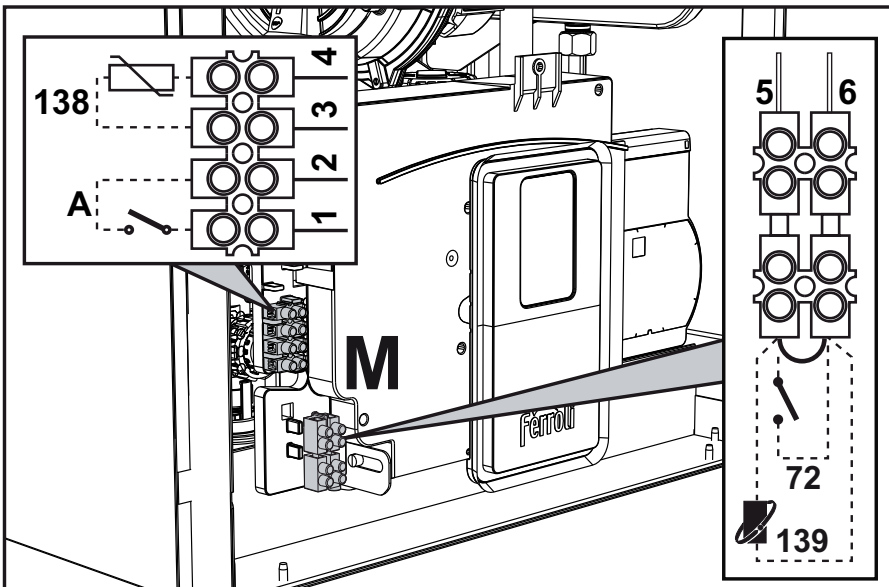

fig. 29
Dopo aver tolto il pannello frontale (sez. "Apertura del pannello frontale" a pag. 40) è possibile accedere alle morsettiera (M) e al fusibile (F) seguendo le indicazioni descritte di seguito. **I morsetti indicati nella fig. 29 devono essere a contatti puliti (non 230V).** La disposizione dei morsetti per i diversi allacciamenti è riportata anche nello schema elettrico alla fig. 67.
Configurazione Interruttore ON/OFF (A fig. 29)